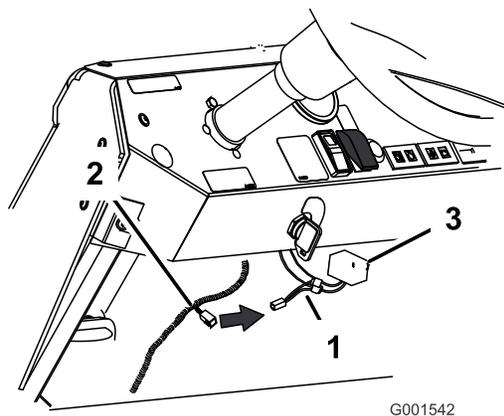

Figura 17
- Empareje los cables del mismo color y empálmelos a los cables del interruptor de la luz (Figura 17).
C. Conecte el adaptador del arnés de cables al arnés nuevo (Figura 17).